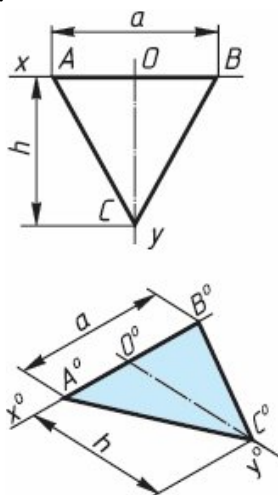

Рисунок 4. Треугольник
**Треугольник.** Симметрично точке  $O^0$  (рис. 4) по оси  $x^0$  откладывают отрезки  $C^0A^0$  и  $O^0E^0$ , равные половине стороны треугольника, а по оси  $y^0$  - его высоту  $O^0C^0$ . Полученные точки  $A^0$ ,  $B^0$  и  $C^0$  соединяют отрезками прямых.